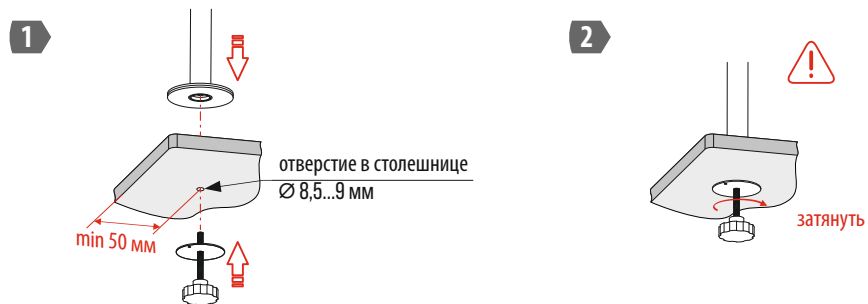

Рисунок 3. Установка кронштейна на столешницу
- 4.4 Просверлите в столешнице отверстие — обратите внимание, что основание стойки имеет диаметр 95 мм и оно должно полностью размещаться на плоскости стола (см. рис. 3). Вставьте винт с прижимной шайбой в отверстие столешницы. Установите стойку на стол и плотно затяните прижимной винт. Убедитесь, что основание не может свободно перемещаться по поверхности стола. При необходимости ещё раз затяните винт.